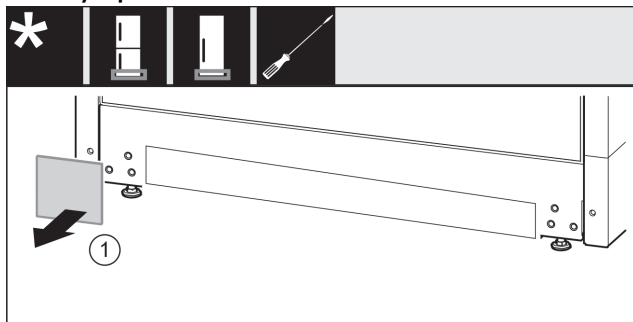

Fig. 35
- ▶ Снимите крышку. Fig. 35 (1)